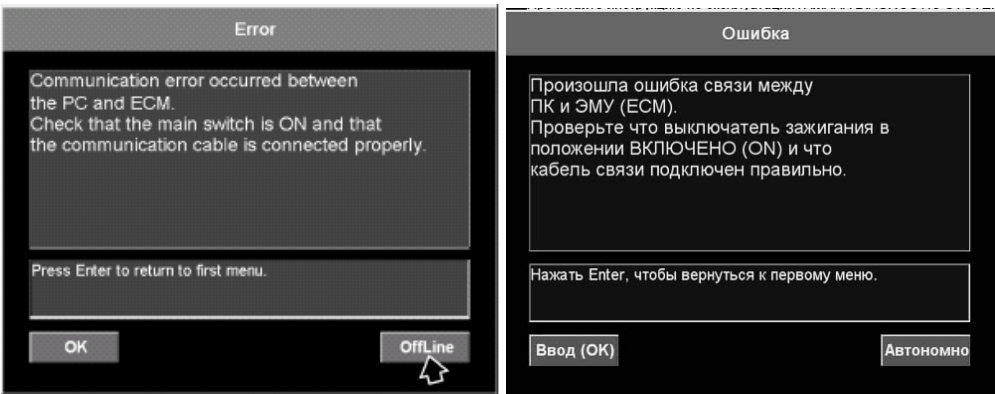

Рис. 59
2. Когда появляется **диалог” ошибки связи”** , щелкните **Автономно(OffLine)**. (Рис. 59)